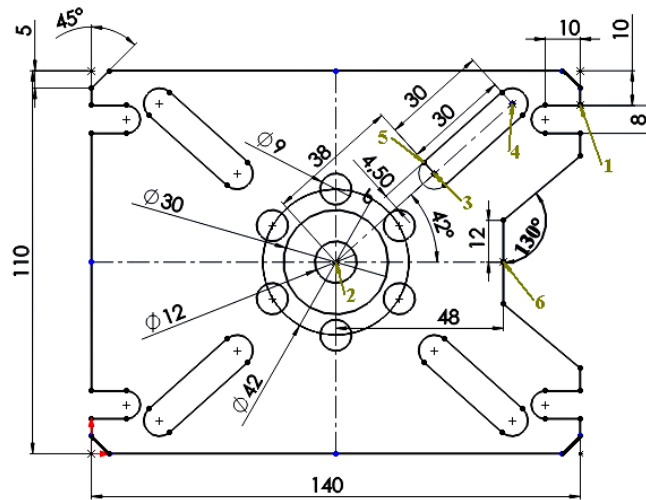

Рисунок 2.7 – Ескіз плити
**Вихідні данні:** Необхідно побудувати ескіз плити, що зображений на рисунок 2.7
Поставте на правій стороні точку 1 (див. рисунок 2.7) і покажіть її відстань від верхньої сторони (на рисунку – 10 мм).
Розставте на вісі в місцях, що приблизно відповідають заданим, дві точки (3 і 4 – див. рисунок 2.7) – центри дуг спряження країв паза (при відстеженні вісі стежте, щоб під мишкою була присутня помаранчева точка), і розставте задані відстані від центру (38 мм) і між точками (30 мм) відповідно індивідуальному завданню.
Проводиться аналогічно побудові паза з розміщенням на горизонтальній осі т. 6 на відстані від центру 2 – 48 мм (див. рисунок 2.7), кресленням перпендикуляра в цій точці, завданням його величини 12 мм і зв'язку з горизонтальною віссю виду **«Перпендикулярность»**, проведенням похилої кромки вирізу під заданим кутом  $130^{\circ}$  до вертикалі, дзеркальним відображенням побудованих елементів відносно горизонтальної вісі і вирізанням відрізків контуру і горизонтальної вісі всередині вирізу.
11. Симетричні елементи ескізу (наприклад, кріпильні пази по контуру плити – див. рисунок 2.7) утворюються шляхом відображення вихідного елемента щодо відповідної вісі симетрії. Наприклад, лівий верхній паз виходить шляхом дзеркального відображення вихідного правого паза щодо вертикальної вісі шляхом виділення всіх елементів правого паза і вертикальної вісі з подальшим натисканням кнопки **«Зеркальное отображение»**.